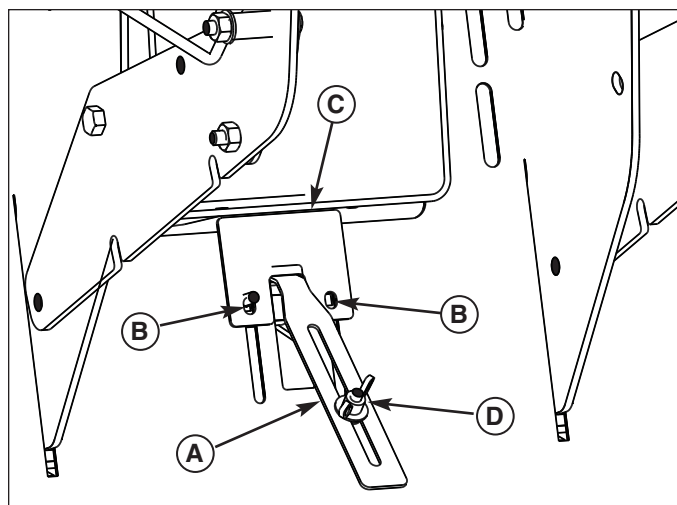

Figura 30. Regolazione arresto allarme
Facendo scorrere la piastra a pala (C, Figura 30) verso l'alto si aumenta la quantità di erba nel collettore prima che l'allarme si spenga. Facendo scorrere la piastra a pala (C) verso il basso si riduce la quantità di erba nel collettore prima che l'allarme si spenga.
1. Allentare la bulloneria della piastra (B).
2. Far scorrere la piastra a pala (C) verso l'alto o verso il basso..
3. Serrare la bulloneria della piastra (B).